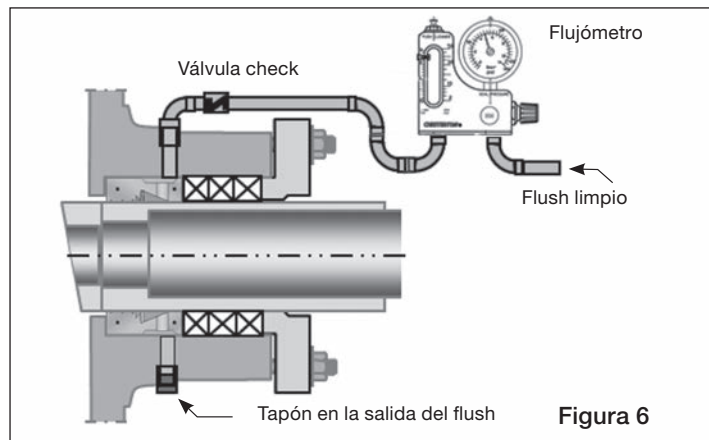

Figura 6
5. **Coloque un tapón en el puerto de salida del flush.** Donde se utilice una tubería de entrada/salida del flush **utilice únicamente la entrada (consulte la Figura 6).**
9. Suministre flush conectando un flujómetro (*se recomienda el modelo Chesterton® Flow Guardian™ S50*) y una válvula check a la conexión apropiada de la tubería (**Figura 6**).